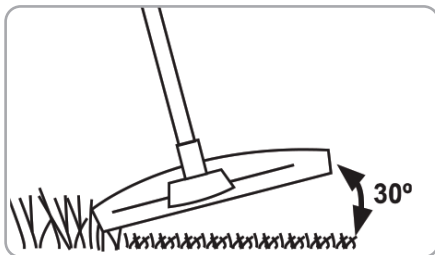

Fig.9
- Tineti capul motocositoarei in pozitie corecta astfel incat sa formeze un unghi cu solul de aproximativ 30° (Fig. 9).